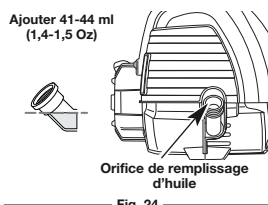
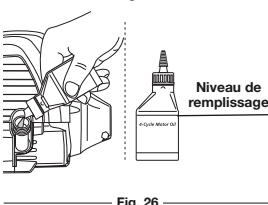

Fig. 24
Fig. 26
- Contrôlez le niveau d'huile. Le niveau d'huile devrait se situer juste en dessous du filetage du trou d'alimentation en huile. (Fig. 24)
- Si le niveau d'huile est trop bas, ajoutez un petit peu d'huile et contrôlez à nouveau (Fig. 26). Répétez cette procédure jusqu'à ce que le niveau d'huile se trouve juste en dessous du filetage du trou d'alimentation en huile.
REMARQUE: Mesurez la quantité nécessaire à l'aide de la bouteille et de la buse utilisées lors de la mise en service. 60 ml (2,2 oz) correspond environ au haut de l'étiquette de la bouteille (Fig. 26). Vérifiez le niveau d'huile avec la jauge (Fig. 24). S'il est trop bas, ajoutez un peu d'huile par l'orifice et revérifiez. Ne remplissez pas trop (Fig. 26).